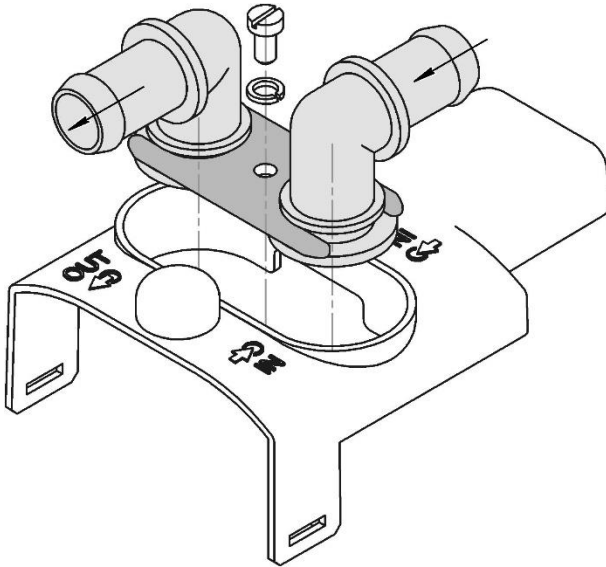

Abb. 2. Demontage der Halterung
- drehen Sie die Schraube ab und demontieren Sie den Halter, der die Rohrstutzen hält (Abb. 2);